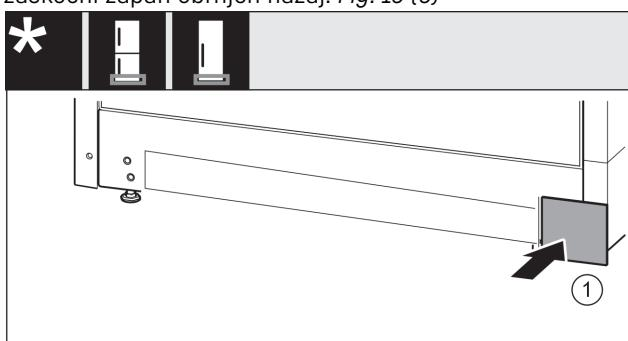

Fig. 14
- Oblogo ponovno namestite na drugi strani. Fig. 14 (1)